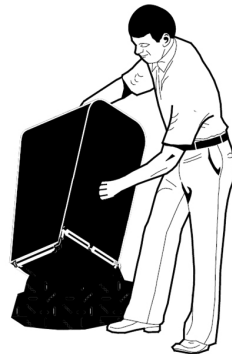

Рис. 18 Опустошение травосборника
Для очистки травосборника от скошенной травы (Рис. 18) необходимо:
5. Удалить траву из травосборника (Рис. 18).